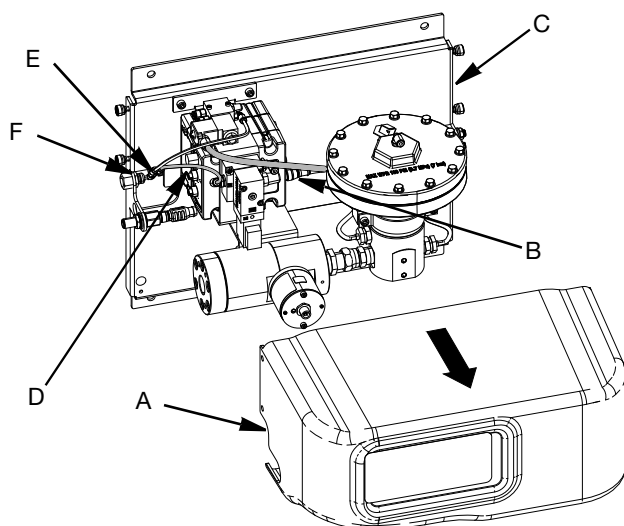

Рис. 8
1. Снимите крышку PCF (A).
2. Отсоедините кабель электромагнитного пневмоклапана от порта FCM 1(B). Закрепите свободный конец кабеля на монтажной пластине PCF (C).
3. Отсоедините регулятор пневмолинии (D) от тройника, для поступающего воздуха (E).
4. Отсоедините тройник для поступающего воздуха (D) от коленчатого фитинга для поступающего воздуха (F). Закрепите свободный конец тройника на монтажной пластине PCF (C). См. Рис. 8, стр. 11.